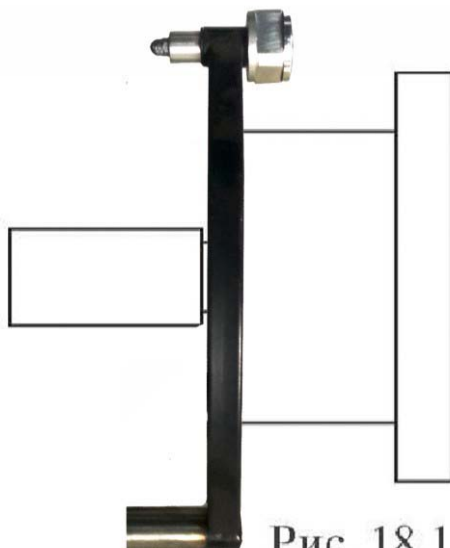
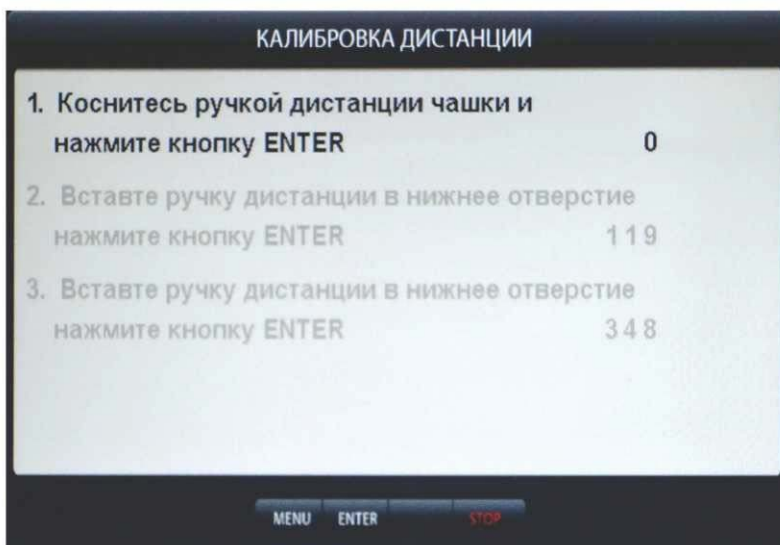

Рис. 18.1
рис.18.3
18.1.1. Калибровка тракта измерения дистанции. Для оценки погрешности устройства ввода дистанции выдвиньте штангу ввода параметров и уприте внешнюю боковую сторону её рукоятки в задний торец фланца вала, как показано на рис. 18.1. При этом на экране ввода геометрических параметров (см. рис.10.2) появится величина дистанции. Если величина дистанции не равна  $135 \pm 5$  мм, то устройство ввода дистанции требует калибровки.
КАЛИБРОВКА ДИСТАНЦИИ рис.18.3. Выдвиньте штангу ввода параметров, уприте внешнюю боковую сторону её рукоятки в задний торец фланца вала, как показано на рис. 18.1 и нажмите кнопку «ENTER». В окне КАЛИБРОВКА ДИСТАНЦИИ выделится второй пункт: «2. Вставьте ручку дистанции в нижнее отверстие, нажмите кнопку «ENTER»